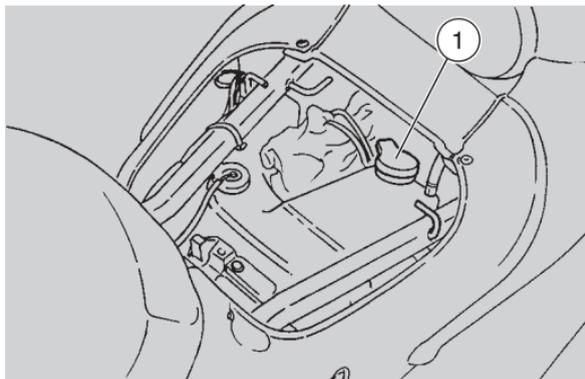

Abb. 46
- den Frischölbehälterverschluss (1-Abb.46) aufdrehen;